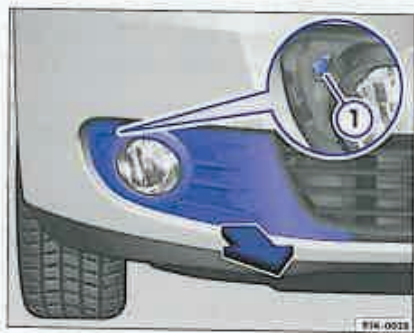
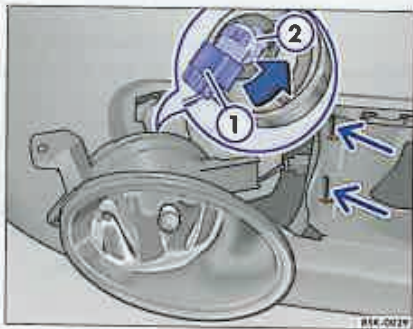

Fig. 52 În bara de protecție dreapta față: Demontarea becului luminii statice pentru viraje / proiectorului de ceață.
Fig. 53 Farurile de ceață: Demontarea becului luminii statice pentru viraje / proiectorului de ceață.
– Trageți capacul ⇒ pagina 102, fig. 52" în față, în sensul indicat de săgeată ⇒ ⚠.
– Scoateți șuruburile ①.
– Rabatați proiectorul de ceață puțin în față și trageți-l în interior din cele două puncte de prindere ⇒ pagina 102, fig. 53" (săgețile subțiri).
– Decuplați fișa electrică ① și scoateți fișa.
– Rotiți suportul becului ② în sensul acelor de ceas și scoateți suportul cu becul ⇒ ⚠.
– Așezați suportul becului ⇒ pagina 102, fig. 53" la loc în proiectorul de ceață și rotiți-l contrar săgeții, în poziția inițială. Atenție ca suportul să se fixeze bine.
– Cuplați fișa electrică ① la suportul becului ②; trebuie să se fixeze cu zgomot.
– Împingeți proiectorul de ceață în cele două puncte de prindere ⇒ pagina 102, fig. 53" (săgețile subțiri).
– Rabatați proiectorul de ceață în spate și montați șurubul de fixare ⇒ pagina 102, fig. 52" ①.
– Introduceți capacul ⇒ pagina 102, fig. 52" la loc în bara de protecție ⇒ ⚠.